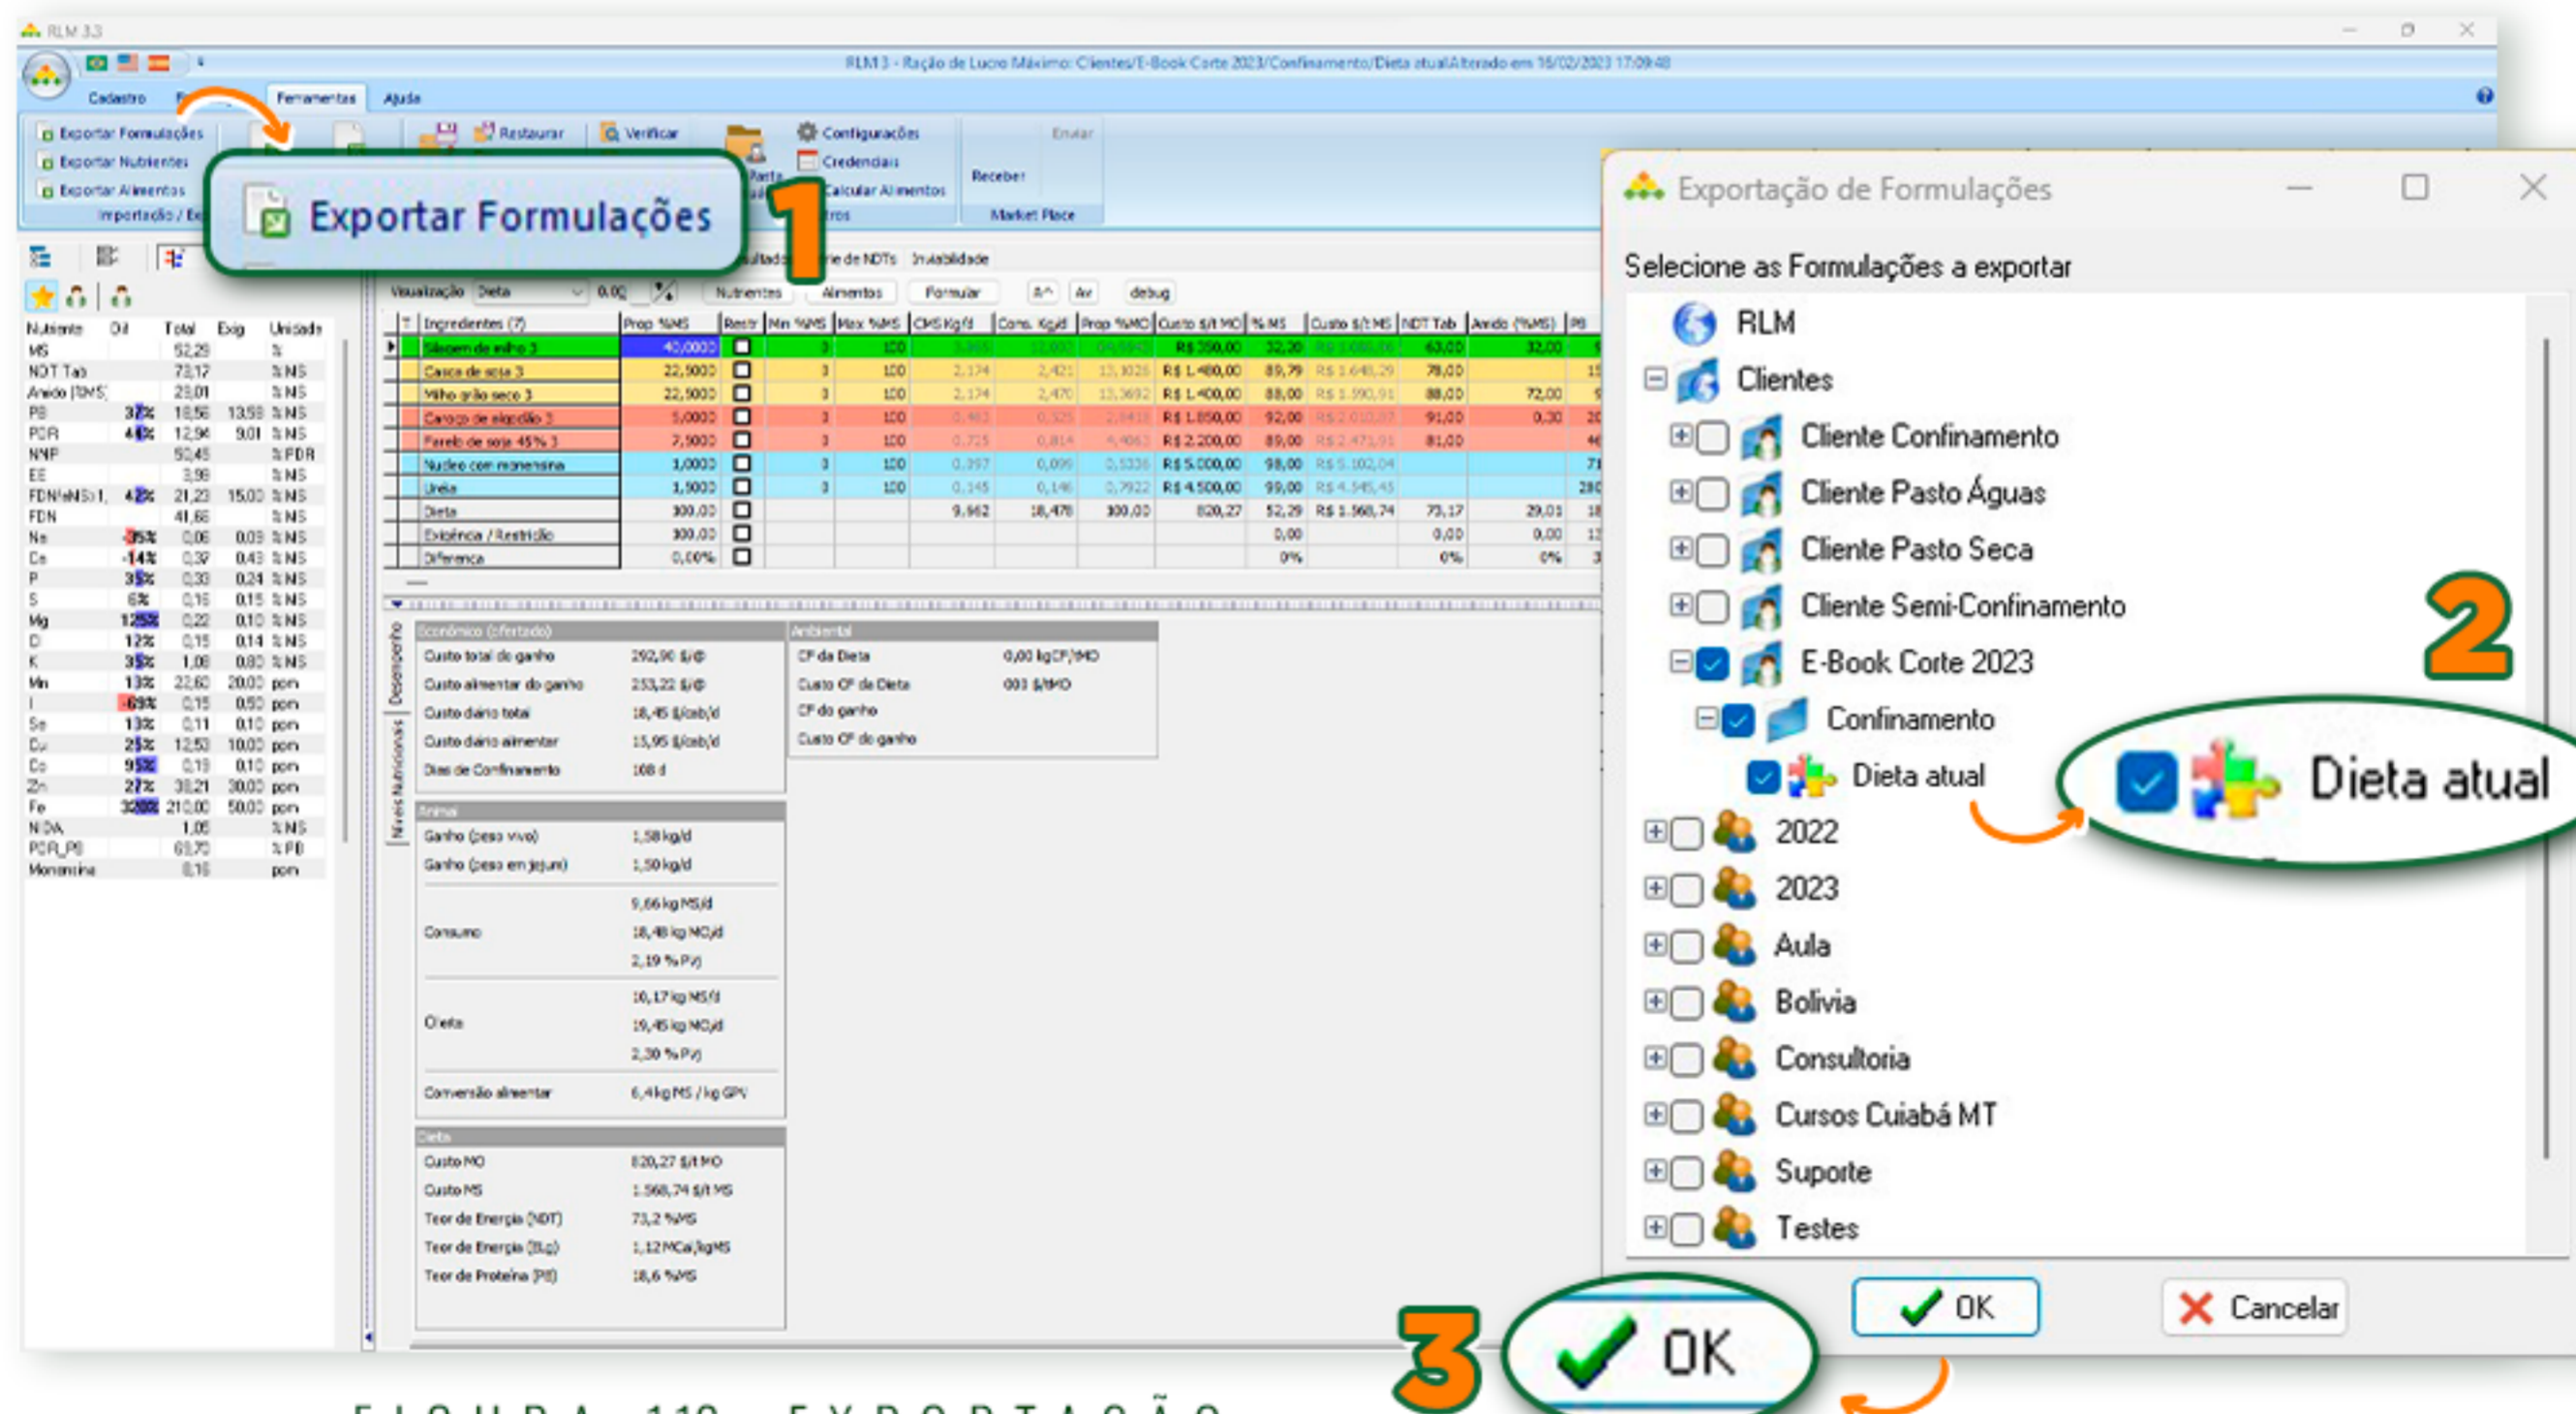

FIGURA 1.16 - EXPORTAÇÃO DE FORMULAÇÕES
Vamos agora exportar a formulação. Para isso, clique em “Ferramentas” (1) > “Exportar Formulações” (2). Escolha a dieta a ser exportada e, em seguida, o diretório e o nome do arquivo a ser salvo. No nosso exemplo, adotaremos o nome “Dieta Atual” para o arquivo de formulação (Figura 1.16).